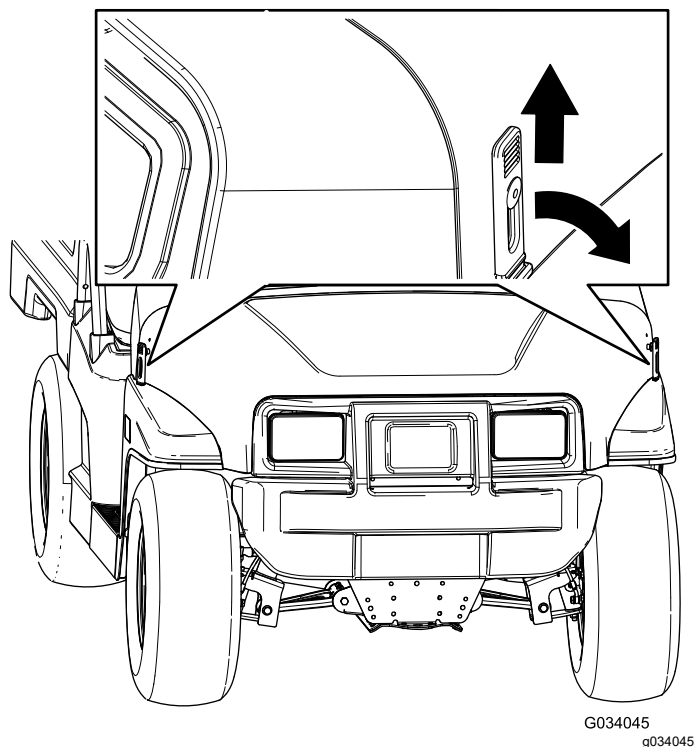

Figura 24
1. Sollevate l'impugnatura dei fermi in gomma su ciascun lato del cofano (Figura 24).
2. Fissate il cofano allineando i fermi in gomma sugli ancoraggi dei fermi su ciascun lato del cofano (Figura 24).